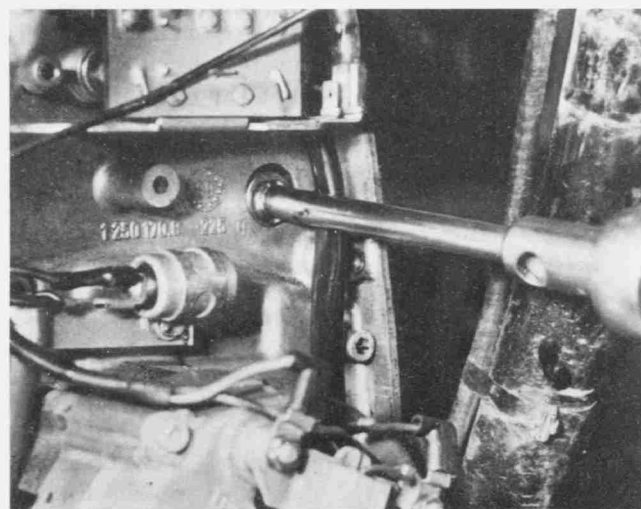

Bild 235
- Die zwei Bolzen, Muttern und Beilegscheiben am hinteren Ende des Anlassermotors ausbauen. Desgleichen den durch eine Montageöffnung im Steuerketten-Gehäuse zugänglichen Sechskantbolzen herausdrehen (Bild 235).